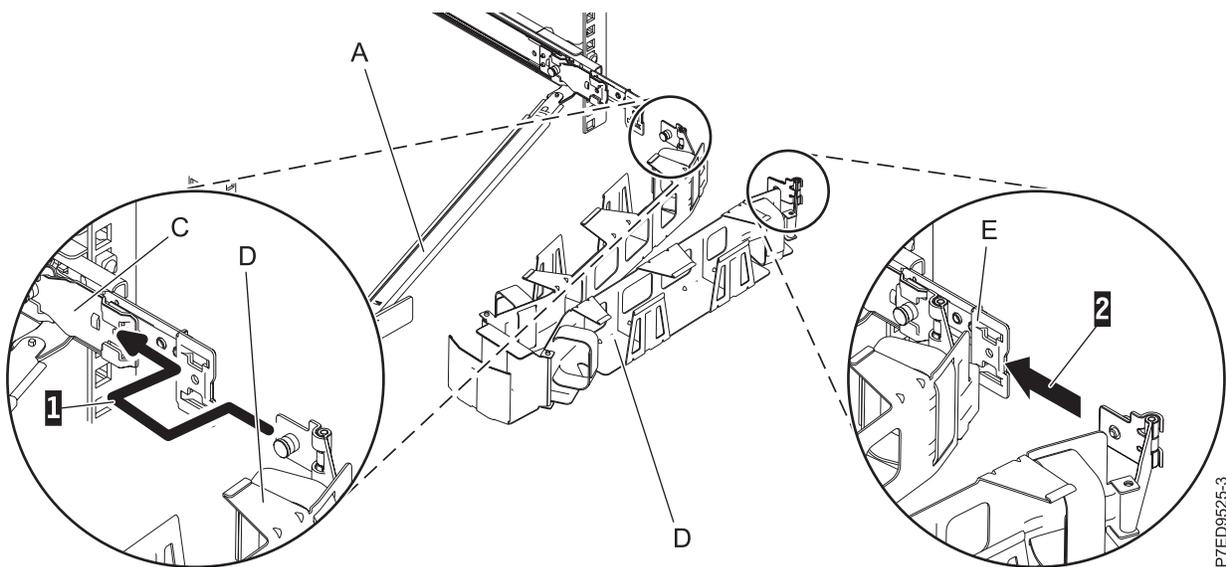

Abbildung 17. Kabelträger anschließen
6. Ordnen Sie den Kabelträger (D) am Stützarm (A) an. Ziehen Sie den Montagestift des Kabelträgers heraus (1) und schieben Sie anschließend die Lasche des Kabelträgers (2) in die Aussparung an der Halterung (C). Drücken Sie auf die Lasche, bis sie einrastet. Ziehen Sie den anderen Montagestift des Kabelträgers heraus (3) und schieben Sie anschließend die Lasche des Kabelträgers in die Aussparung (4) an der Erweiterungshalterung (E) an der Außenseite der rechten Schiene. Drücken Sie auf die Lasche, bis sie einrastet (siehe Abb. 17).